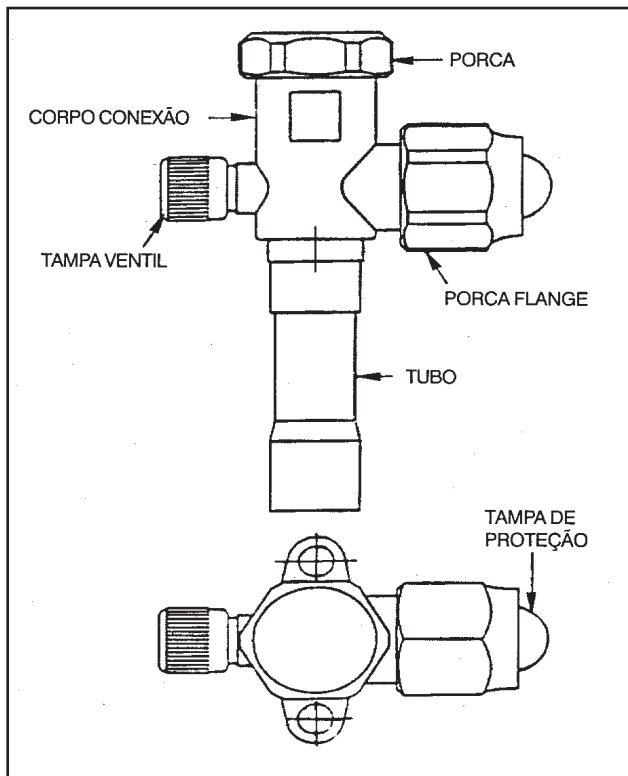

FIGURA 23 - VÁLVULA DE SERVIÇO DAS LINHAS DE SUÇÃO E LÍQUIDO
- Veja desenho ilustrativo na figura 23.